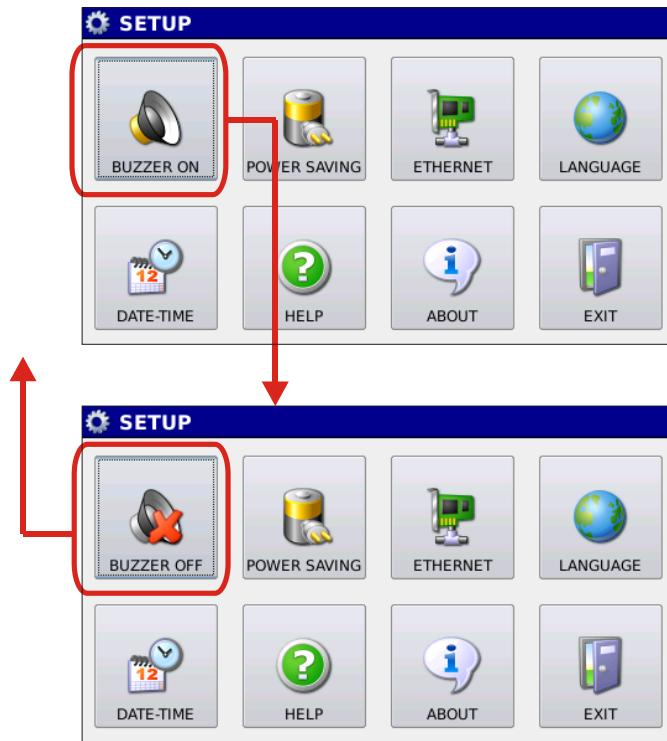

Figura 6.2: Attivazione e disattivazione dei messaggi sonori tramite il tasto Buzzer.
- 6.1  **Attivazione di segnalazioni sonore.** All'avvio del programma il Buzzer è attivo, a ogni pressione di un tasto è segnalata da un suono, per disattivarlo è necessario premere il tasto BUZZER che cambierà stato (Figura 6.2).